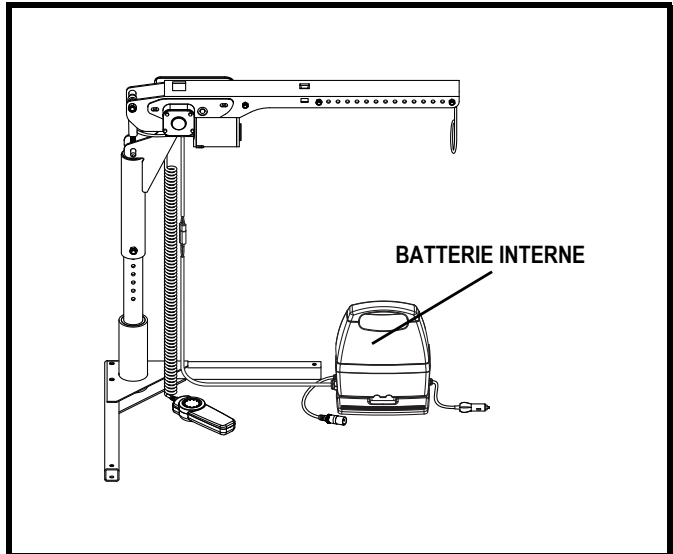

Figure 6. Installation batterie interne
1. Placez la batterie dans le boîtier en alignant les connecteurs situés en dessous de la batterie avec les réceptacles à l'intérieur du boîtier. **Voir la figure 6.**
2. Branchez le connecteur mâle du câble de batterie avec le connecteur femelle à la base du Silver Boom 250. **Voir la figure 6.**